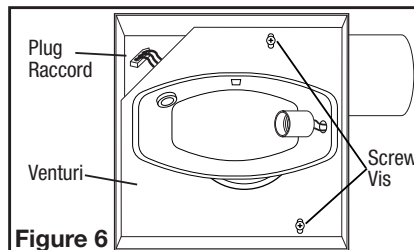
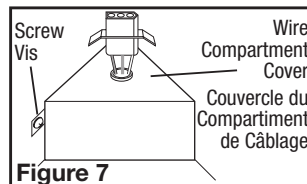

Figure 6
Figure 7
- 1b. **Internal Wire Compartment:** Remove the three screws holding the blower assembly in place and lift assembly out of housing (Figure 6). Remove the wire compartment cover screw and place the cover in a secure place (Figure 7).
- 1b. **Compartiment de Câblage Intérieur:** enlever les trois vis retenant en place l'assemblage de la soufflante et soulever pour sortir l'assemblage hors du châssis (Figure 6). Enlever la vis du couvercle du compartiment à câblage et mettre ce couvercle dans un endroit fiable (Figure 7).